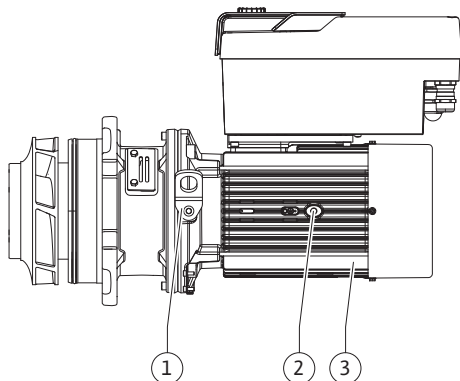

Fig. 107: Nástrčný blok
13. Nástrčný blok (pozrite si Fig. 107) zavedte do telesa čerpadla v starej alebo inej požadovanej pravouhlej polohe. Dodržiavajte pritom povolené montážne polohy komponentov (pozri kapitolu „Povolené montážne polohy a zmena usporiadania komponentov pred inštaláciou“ [► 24]).